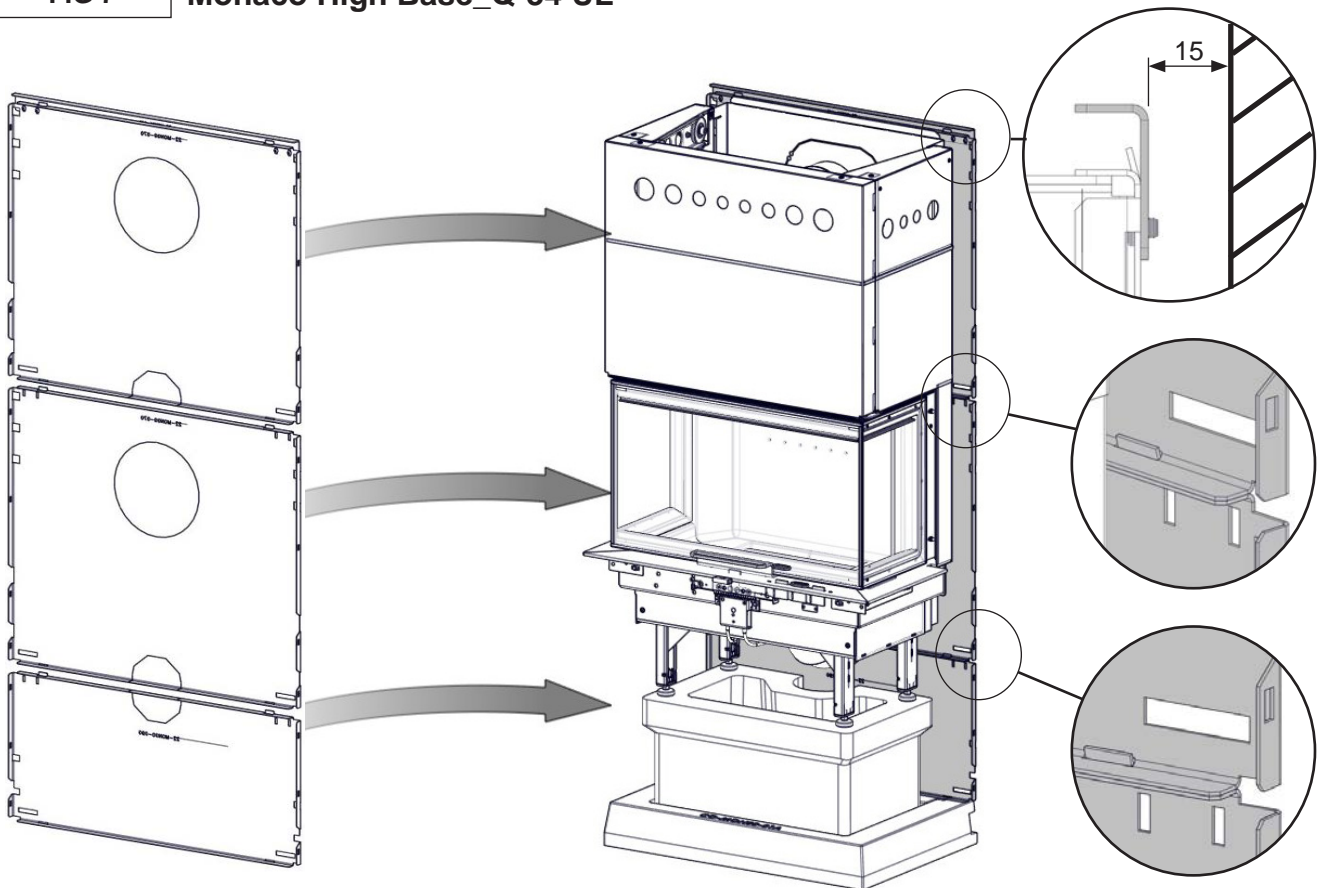

FIG 8 Monaco High Base_Q-34 UL
NB! **A.** Avstand mellom sideplater kan justeres med å løsne og feste skruer vist i FIG 10-12. **B.** Platene kan fin justeres vertikalt med å løsne og feste skruer se FIG. 8 og 9 skru B på FIG 11 og ved å endre høyde på stål rammens føtter – Fig 8.
B. Vertical position of plates can be changed by loosening and tightening screws shown on FIG 8-9, screw B on FIG 11 and by changing height of skeleton feet - FIG 8.
Obs! A. Avståndet mellan sidoplattona kan finjusteras genom lossning och åtdragning av skruvarna, se fig. 10 till 12. **B.** Plattornas vertikalläge kan finjusteras genom lossning och åtdragning av skruvarna, se fig. 8 och 9, skruv B i fig. 11 samt genom höjjustering av stommens fötter, se fig. 8.
Achtung! A. Um die Abstände zwischen den Seitenplatten anzupassen, können die Schrauben auf Abb. 10-12 gelockert oder angezogen werden. **B.** Um die vertikale Plattenposition zu ändern, können die Schrauben auf Abb. 8-9 und Schraube B auf Abb. 11 gelockert oder angezogen werden. Außerdem kann die Höhe der Rahmenfüße angepasst werden (Abb. 8).
Attention! A. La distance entre les plaques latérales peut être réglée en desserrant et en serrant les vis indiquées sur les Fig. 10 à 12. **B.** La position verticale des plaques peut être modifiée en desserrant et en serrant les vis indiquées sur les Fig. 8-9, la vis B sur la Fig. 11 et en changeant la hauteur des pieds de l'ossature - Fig. 8.
NB! **A.** Avstand mellom sideplater kan justeres med å løsne og feste skruer vist i FIG 10-12. **B.** Platene kan finjusteres vertikalt med å løsne og feste skruer se FIG. 8 og 9 skru B på FIG 11 og ved å endre høyde på stål rammens føtter – Fig 8.